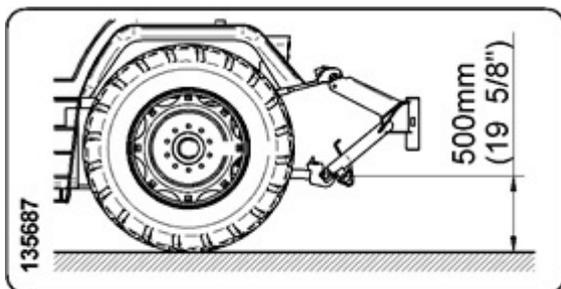

Fig. 61 Pegatina para el ajuste de los brazos inferiores a la altura de trabajo
- ➔ Ajuste los brazos inferiores a su altura de trabajo (distancia entre la superficie de contacto y el centro del pivote de brazo inferior) de 500 mm o 19.7" (consulte la Fig. 61).